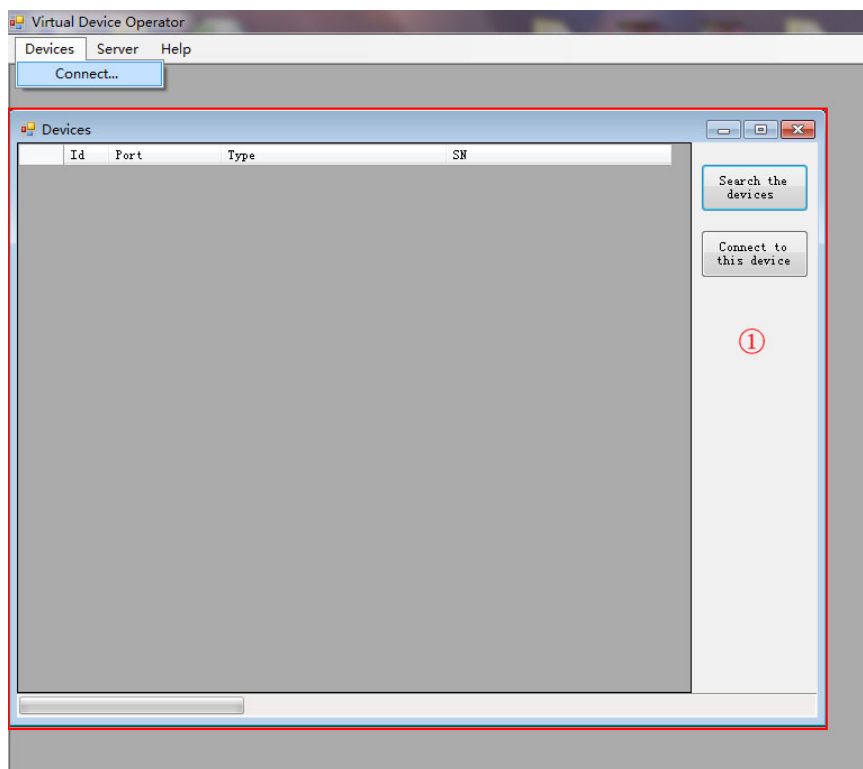

图 6 运行 Virtual Device
将仪器设备用 RS-232 或 USB 接口与电脑连接，并开启设备电源(设备输出状态最好为关闭)。点击桌面的“Virtual Device 仪器驱动程序”快捷方式或从“开始”中启动 Virtual Device 仪器驱动程序，启动后界面如下图所示，标题栏中显示 Virtual Device Operator，菜单栏包括 Devices、Server 和 Help 三项。点击 Devices 下的 Connect 将弹出搜索设备的窗口，如图 6 中的标志①所示。